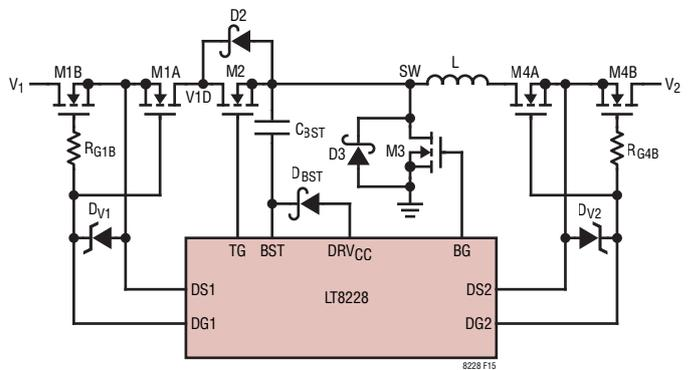

図 15. パワー MOSFET と部品の選択
図 15に示すように、LT8228には次の6つの外付けNチャンネル MOSFETが必要です。それは、(1) V1の保護 MOSFET M1AおよびM1B、(2) V2の保護 MOSFET M4AおよびM4B、(3) 上側のスイッチング MOSFET M2、(4) 下側のスイッチング MOSFET M3です。突入電流の制御もM3の短絡障害に対する保護も必要ない場合、M1BとM4Bはオプションです。MOSFETを選択する場合の重要なパラメータは、ブレイクダウン電圧BVDSS、閾値電圧VGS(TH)、オン抵抗RDS(ON)、最大消費電力PD(MAX)、および安全動作領域(SOA)です。